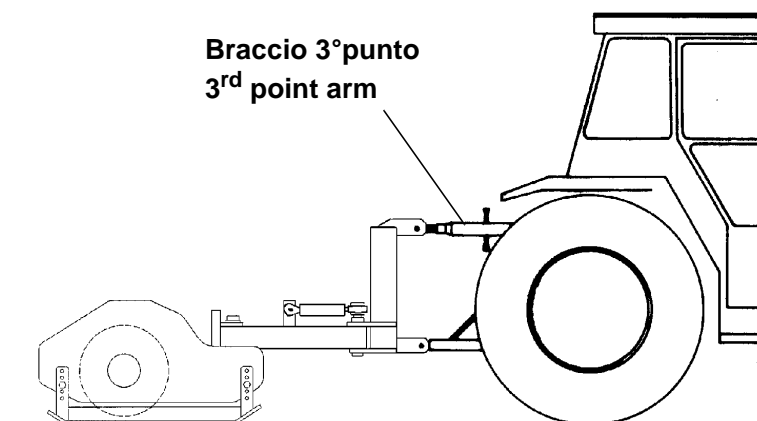

Fig. 4-6 Collegamento alla trattrice - Connection to the tractor
- Mettere in tensione il braccio terzo punto avvitandolo (Fig. 4-6).
- Tighten the third point arm (Fig. 4-6).